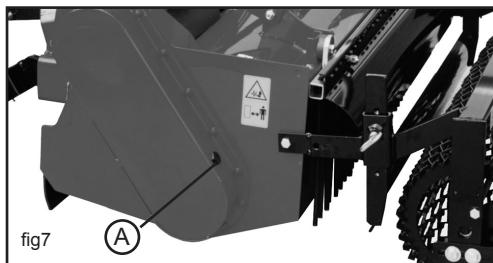

fig.7
6. Alle sechs Monate die Triegkette mit dem entsprechenden Stopfen wie in (Fig.7 - Punkt A) schmieren.